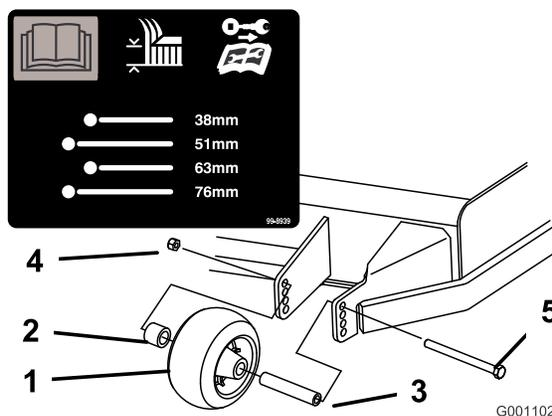
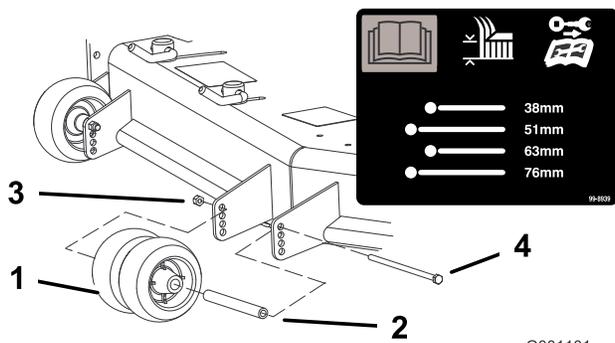
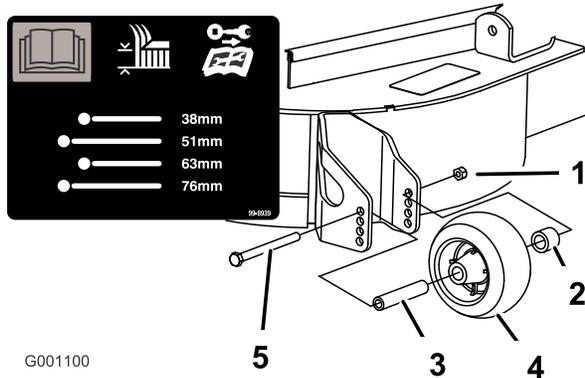

Figura 19
Figura 20
Figura 21
3. Dopo avere regolato l'altezza di taglio, regolate i rulli togliendo il dado flangiato, la boccola, il distanziale ed il bullone (Figura 19, Figura 20 e Figura 21).
Nota: I due rulli centrali sono privi di un distanziale (Figura 20).
5. Montate il dado flangiato, la boccola, il distanziale ed il bullone. Serrate a 54–61 Nm (Figura 19, Figura 20 e Figura 21).